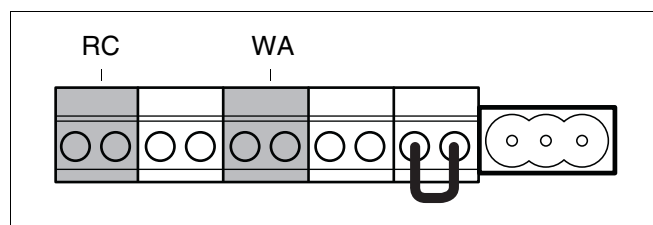

Fig. 27 Klemrække - rumbetjeningsenhed ModuLine og potentialfri varmeaktivering
- Det er ikke muligt at slutte mere end én betjeningsenhed direkte til kedlen samtidigt (fig. 27).